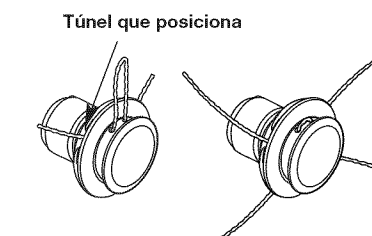

Fig. 28
- Empuje y/o tire de la línea de modo que ésta se ajuste al cabezal central y quede completamente extendida a través de los túneles de colocación. (Fig. 28)